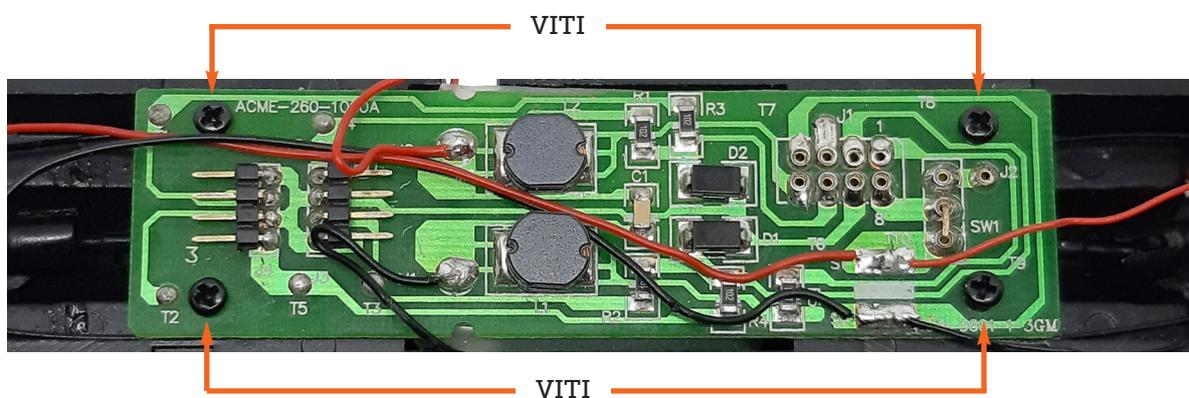

figura 3
3. Svitare le 4 viti che tengono fermo il PCB conservandole e rimuovere delicatamente il vecchio PCB facendo riferimento alla figura 3.